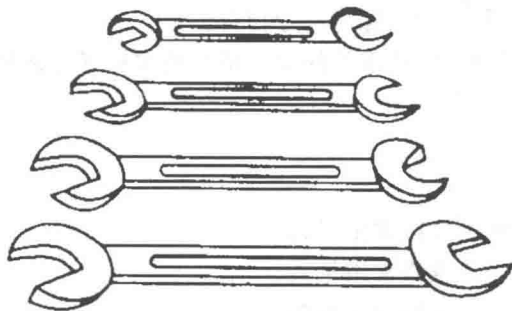

图 1-1 呆扳手
(1) 呆扳手(如图 1-1)。呆扳手按形状有双头扳手和单头扳手之分。其作用是紧固、拆卸一般标准规格的螺母和螺栓。这种扳手可以直接插入或套入,使用较方便。扳手的开口方向与其中间柄部错开一个角度,通常有 15° 、 45° 、 90° 等,以便在受限制的部位中扳动方便。